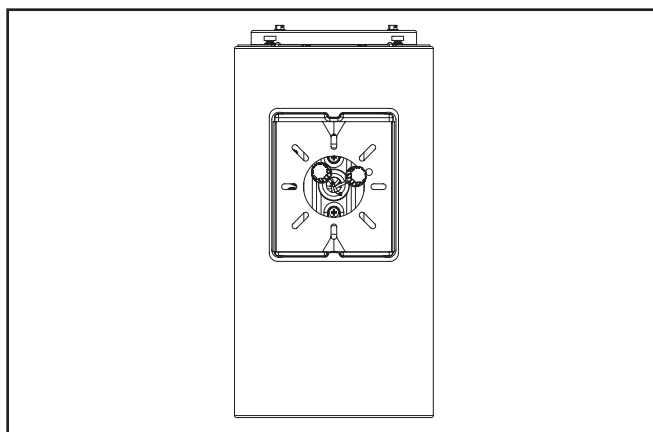

Figure 2.
1. Installez la plaque de montage murale dans la boîte de branchement en utilisant la quincaillerie fournie avec la boîte de branchement (fournie par un tiers) et serrez à un couple de 17 po-lb-po si vous utilisez la une vis no 8-32. (Figure 2).